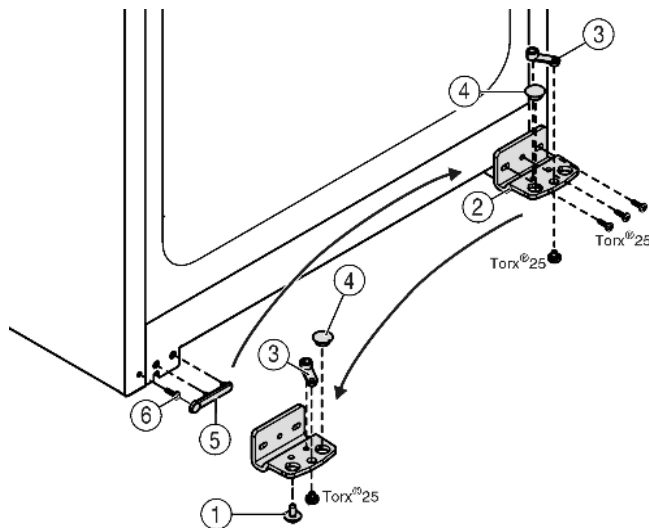

Fig. 5
- ▶ Lagerbock Fig. 5 (2) abschrauben.
- ▶ Lagerteil Fig. 5 (3) abschrauben und in das gegenüberliegende Aufnahmeloch des Lagerbocks umsetzen, wieder festschrauben.
- ▶ Stopfen Fig. 5 (4) aus dem Lagerbock herausnehmen und in das gegenüberliegende Aufnahmeloch des Lagerbocks umsetzen.
- ▶ Griffseitige Abdeckung Fig. 5 (5) vorsichtig abheben.
- ▶ Schraube Fig. 5 (6) herausdrehen und auf der Gegenseite wieder einsetzen.
- ▶ Abdeckung Fig. 5 (5) wieder aufsetzen.
- ▶ Lagerbock Fig. 5 (2) auf der neuen Scharnierseite **fest (mit 4 Nm)** ggf. mit Hilfe eines Akkuschaubers wieder festschrauben.